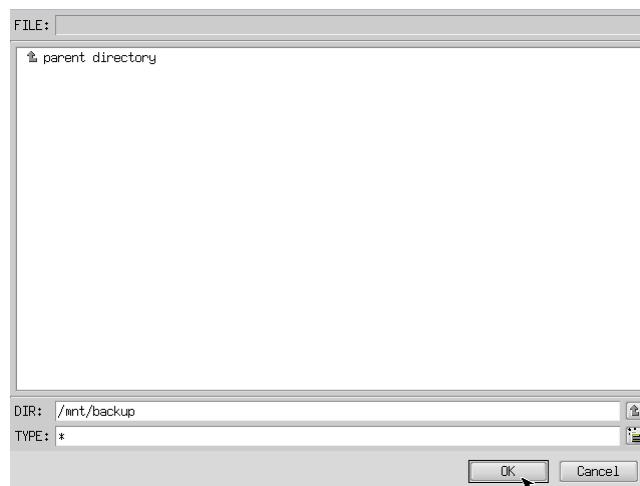

図 6-3-4. フォルダ参照画面
- ⑧ フォルダ参照画面（図 6-3-4）が表示されます。②で接続したパーティションは、/mnt にマウントされま